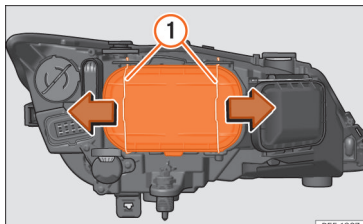

Fig. 54 Anabbagliante.
- Far scorrere i tiranti » fig. 54 ① nel senso della freccia e sfilare la chiusura.